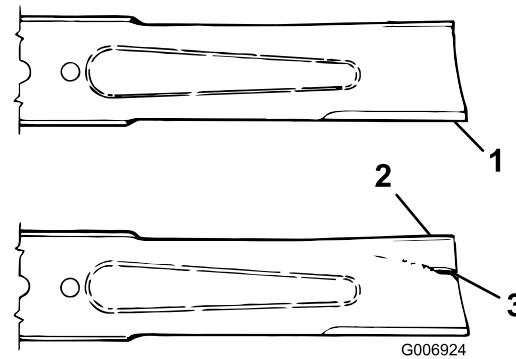

Figura 86
- Examine cuidadosamente los extremos de corte de la cuchilla, sobre todo en el punto de reunión entre la parte plana y la parte curva de la cuchilla (Figura 86). Si se aprecia desgaste (Figura 86), cambie la cuchilla; consulte Cómo retirar la cuchilla (página 70)..